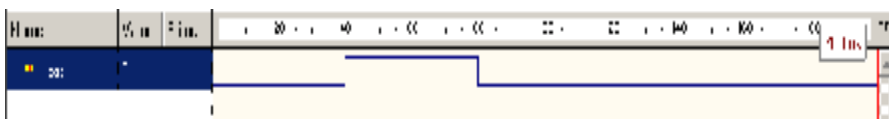

Рисунок 2.30 – Закон зміни тестової послідовності
2.8.9 Якщо у вікні **Design Browser** обрати файл **top_TB_runtest.do** і, клацнувши на ньому правою кнопкою миші, вибрати у контекстному меню команду **Execute**, то буде запущений процес трансляції і моделювання тестової послідовності випробувального стенда (рис. 2.30). Вікно часових діаграм містить закон зміни одного сигналу – **reset**.